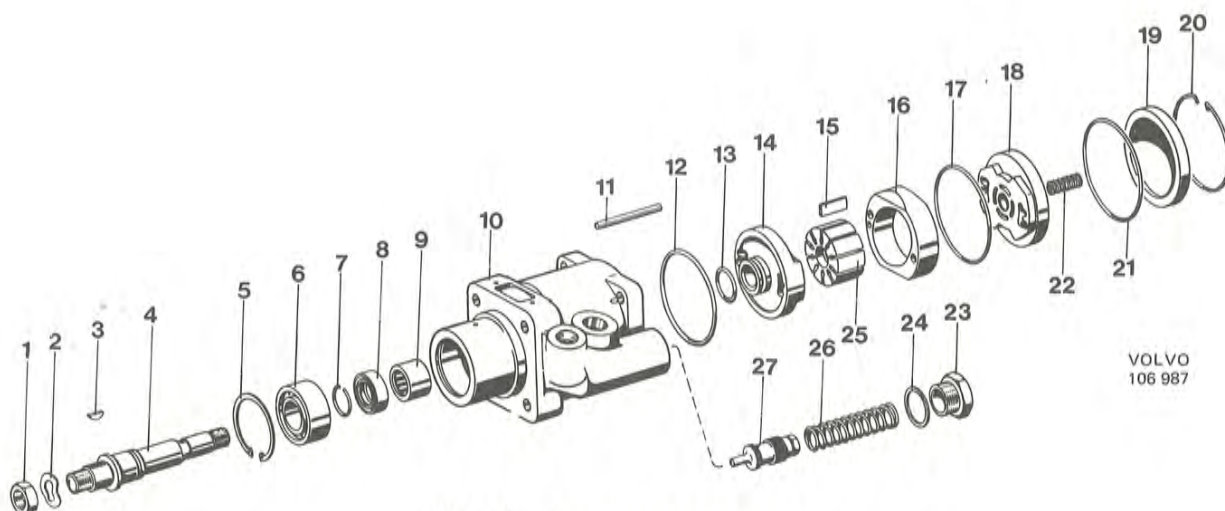

Bild 112. Servopump isärtagen
1. Skruva av muttern (1 bild 112) och dra av remskivan. Använd vid behov avdragare 2279. Ta bort konsolerna.
2. Ta bort låsringen (20) med polygriptång.
3. Ta bort lock (19), fjäder (22) och platta (18). Använd polygriptång.
1. Kontrollera axeln (4 bild 112) beträffande repor från tätningsring och nållager. Kontrollera gängor och bommar beträffande skador. Är lagret (6) skadat kan det demonteras sedan låsringen (7) tagits bort.
2. Kontrollera nållagret (9) och byt vid behov.
4. Kontrollera rotor (25), mellanstycke (16) och lamellblad (15) beträffande förslitning. Bladen skall gå lätt i rotorn. Dessa detaljer byts tillsammans satsvis.
1. Pressa in nållagret (9 bild 112) i huset med hjälp av dorn 2996, se bild 115. Lagret skall pressas i tills verktyget bottenar varvid nållagrets yttre kant är 37,0–37,2 mm från husets kant.
2. Stryk universalfett mellan tätningsringens (8) läppar och pressa i den med dorn 2997.
3. Sätt O-ringen (12) på sin plats i husets innersta spår.
4. Har lagret (6) varit demonterat pressas axeln i lagret. Sätt dit låsringen (7) i sitt spår.
5. Montera axel med lager. Sätt låsringen (5) i sitt spår.